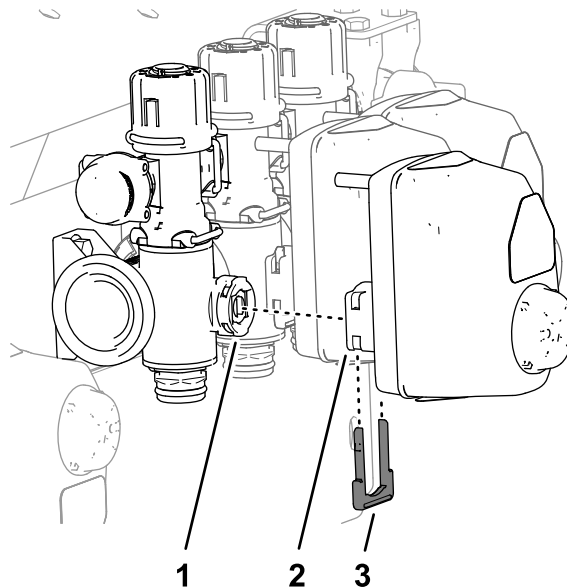

Bild 48
1. Entfernen Sie den Halter, mit dem der Aktuator am Verteilerventil für das Abschnittventil befestigt ist (Bild 48).
2. Nehmen Sie den Aktuator vom Verteilerventil ab (Bild 48).